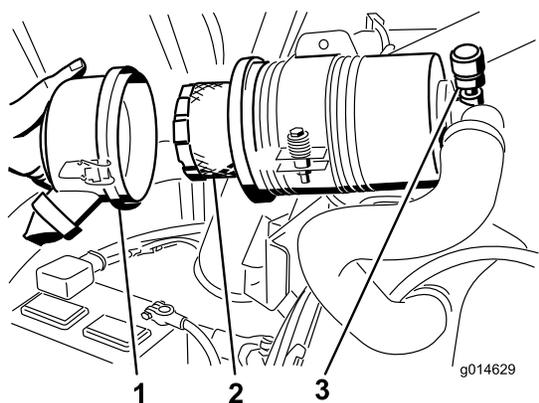

Рисунок 47
3. Снимите и замените фильтр (Рисунок 47). Очищать использованный элемент не рекомендуется из-за возможности повреждения фильтрующей среды. Проверьте новый фильтр на отсутствие повреждений при транспортировке, осмотрев уплотнительный конец фильтра и корпус. **Не используйте поврежденный фильтрующий элемент.** Вставьте новый фильтр, нажимая на наружный обод элемента, чтобы посадить его в корпус. **Не давите на упругую середину фильтра.**